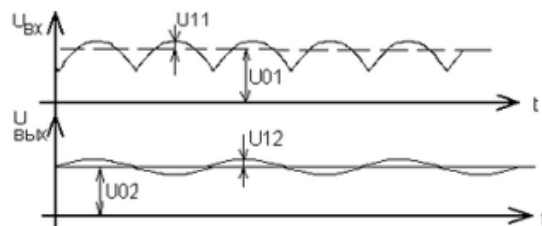

Рисунок 5.3 – Данные для расчета коэффициента сглаживания (пример)
9) Добавить в схему сглаживающий конденсатор, используя конденсаторы номиналом 1, 1,5, 2,2, 3,3, 4,7 нФ и их комбинации между собой. В режиме измерений осциллографом получить значения действительного напряжения (тип «Mean») и разницы между максимальным и действительным значениями напряжения (см. рис. 5.3).